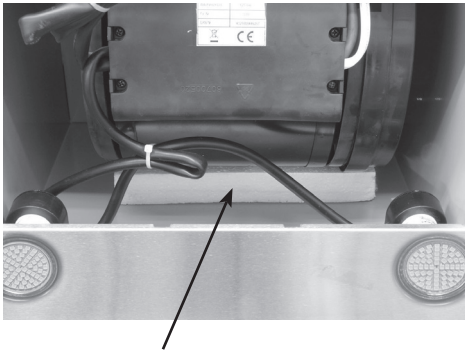

Abb. 18 Diese geschäumte Transportsicherung vor Inbetriebnahme unbedingt aus dem Gerät entfernen.
- Entfernen Sie die Transportsicherung des Gebläse-motors (Abb. 18)